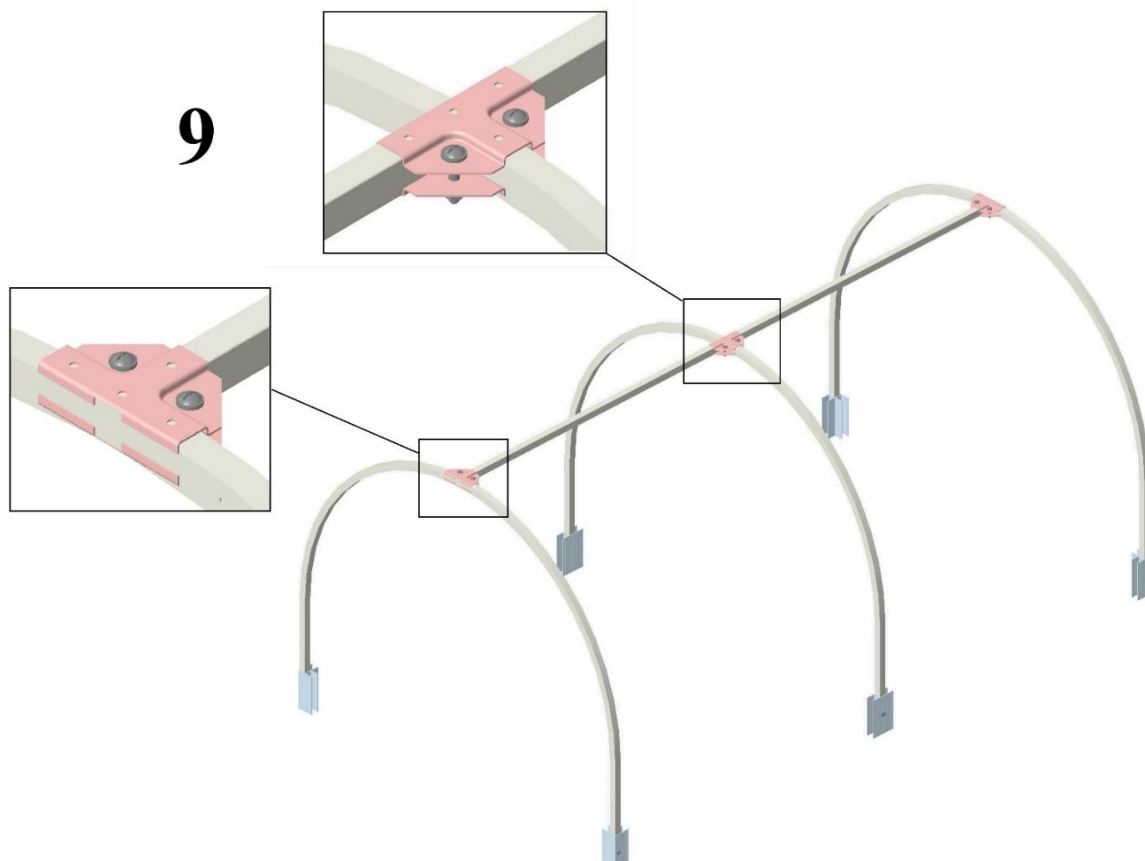

Рис. 3.2
2. Соберите каркас мини-парника, используя дистанционные планки (поз. 8) и спайдеры (поз.9), как показано на рис. 3.2.